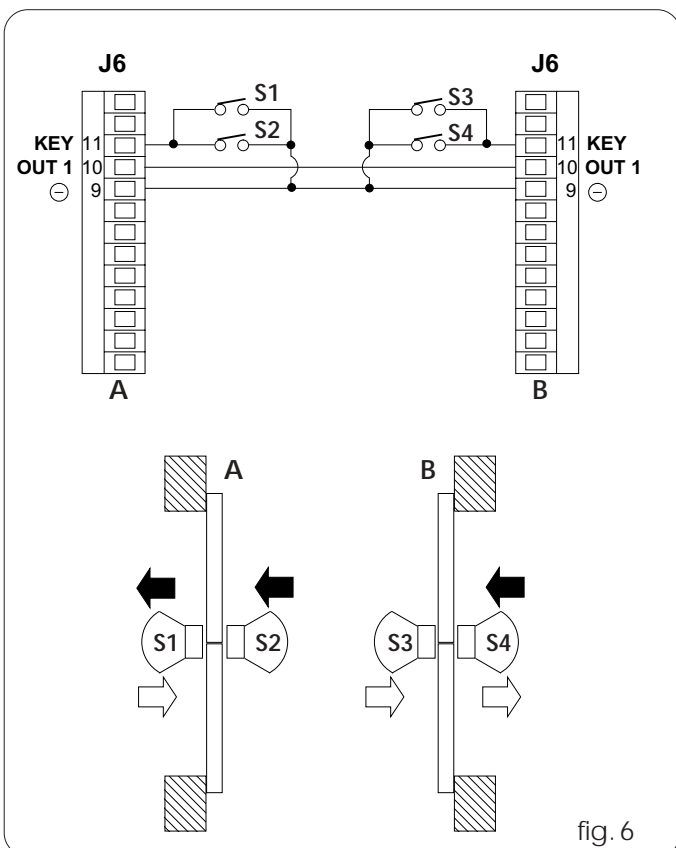

fig. 6
- Réaliser les connexions entre les borniers J6 des deux cartes SDM, et des détecteurs d'après la fig.6 .